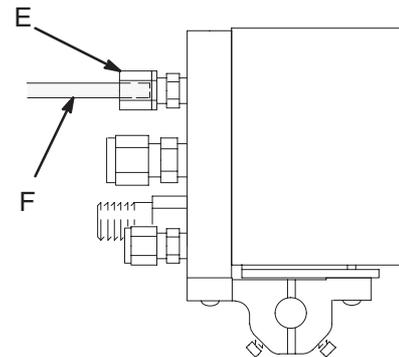

Fig. 6
2. Aflojar la tuerca de ajuste del conector de fibra óptica (E). Ver la Fig. 6.
3. Introducir con cuidado el cable (F) en el conector e introducirlo del todo hasta el fondo. Para colocar correctamente el cable, tirar de él hacia afuera aproximadamente 12,7 mm y apretar la tuerca (E) para fijarlo.